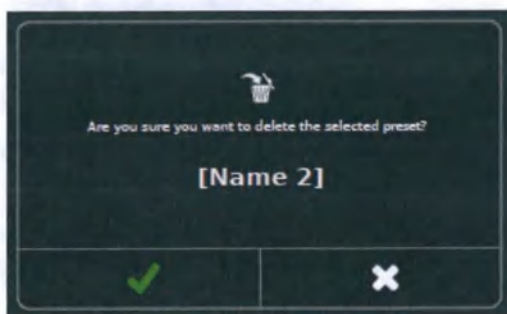

Рисунок 67 — Подтверждение удаления предварительно установленного параметра
3. Во всплывающем окне с подтверждением коснитесь кнопки «**ПОДТВЕРДИТЬ**», чтобы удалить предварительно установленный параметр, или кнопки «**ОТМЕНА**», чтобы отменить запрос (рисунок 67).